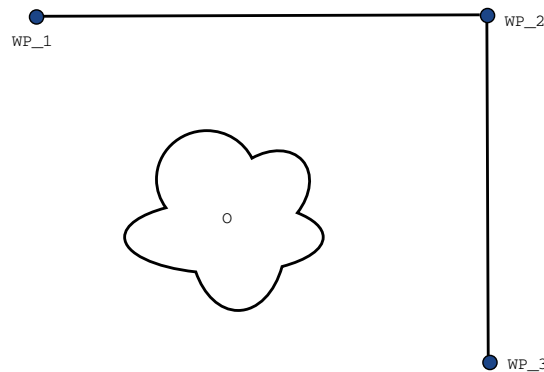

Figura 15.2: WP_1: posición inicial, WP_2: punto de la ruta, WP_3: posición de recogida, 0: obstáculo.
Ejemplo Tomemos como ejemplo una aplicación de carga y descarga (consulte figura 15.2), en la que el robot se encuentra en ese momento en el punto de paso 1 (WP_1) y necesita recoger un objeto en el punto de paso 3 (WP_3). Para evitar colisiones con el objeto y otros obstáculos (O), el robot debe aproximarse a WP_3 en la dirección procedente del punto de paso 2 (WP_2). Por ello, se introducen tres puntos de paso para crear una trayectoria que cumpla estos requisitos.